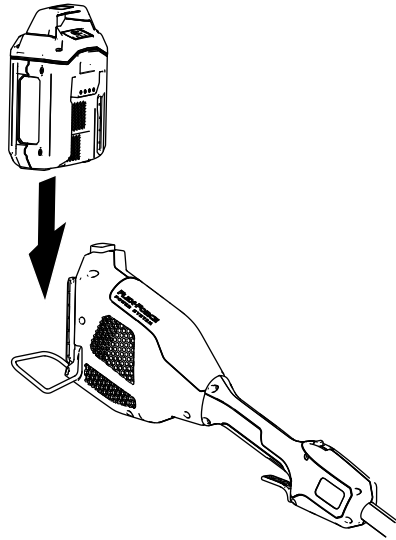

Figura 5
2. Alinee el hueco de la batería con la lengüeta del alojamiento de la empuñadura (Figura 5).